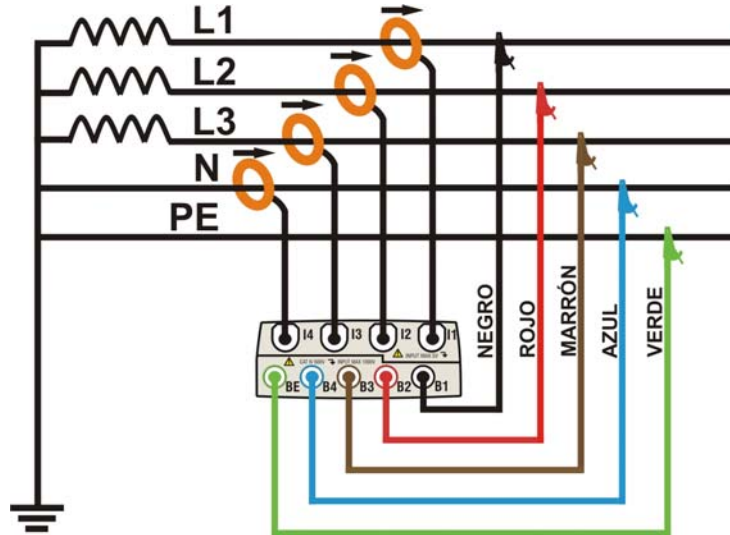

Fig. 122: Conexión del instrumento en un sistema Trifásico 4-hilos
2. Conecte los cables de medida de tensión sobre los conductores de Fase L1, L2, L3, Neutro y Tierra respetando los colores como muestra la Fig. 122. **Verifique en el visualizador la indicación “123” relativa al correcto sentido cíclico de las fases** (ver el § 5.2.1) y efectuar las oportunas correcciones hasta cumplir tal situación.
3. Conecte las pinzas de corriente sobre el conductor de Fase L1, L2, L3 y Neutro N (no disponible para PQA400) como muestra la Fig. 122 **respetando el sentido de la flecha** presente sobre la misma pinza que indica la dirección convencional de la corriente desde el generador a la carga. **Verifique siempre, en la pantalla de la sección Visualización Medida, que las Potencias Activas P1, P2, P3 sean siempre positivas y que el factor de potencia Pf1, Pf2, Pf3 correspondiente a una carga, normalmente inductiva, antes de activar un registro.** En caso de valores negativos de la potencia activa gire la pinza 180° sobre el conductor interesado.